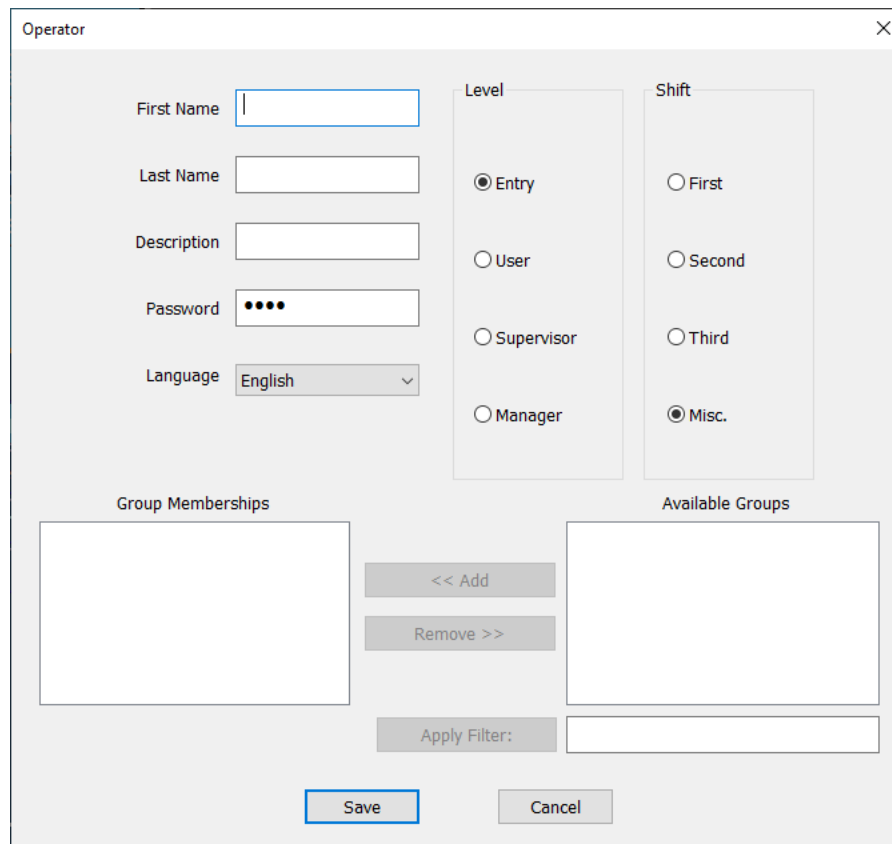

Abbildung 2-25: Bedienerbildschirm
1. Klicken Sie auf die Schaltfläche **Hinzufügen**, um den Pop-up-Bildschirm „Bediener“ zu öffnen (Abbildung 2-25).